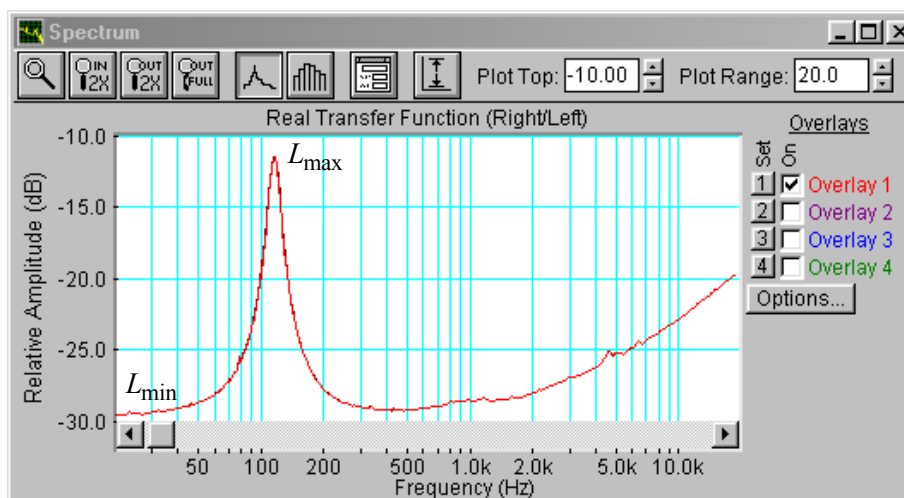

Рис.3.5. Частотная характеристика импеданса головки громкоговорителя в диапазоне 20...20000 Гц.
- Скопируйте график частотной характеристики импеданса головки громкоговорителя (рис.3.5) в файл вашего отчета.